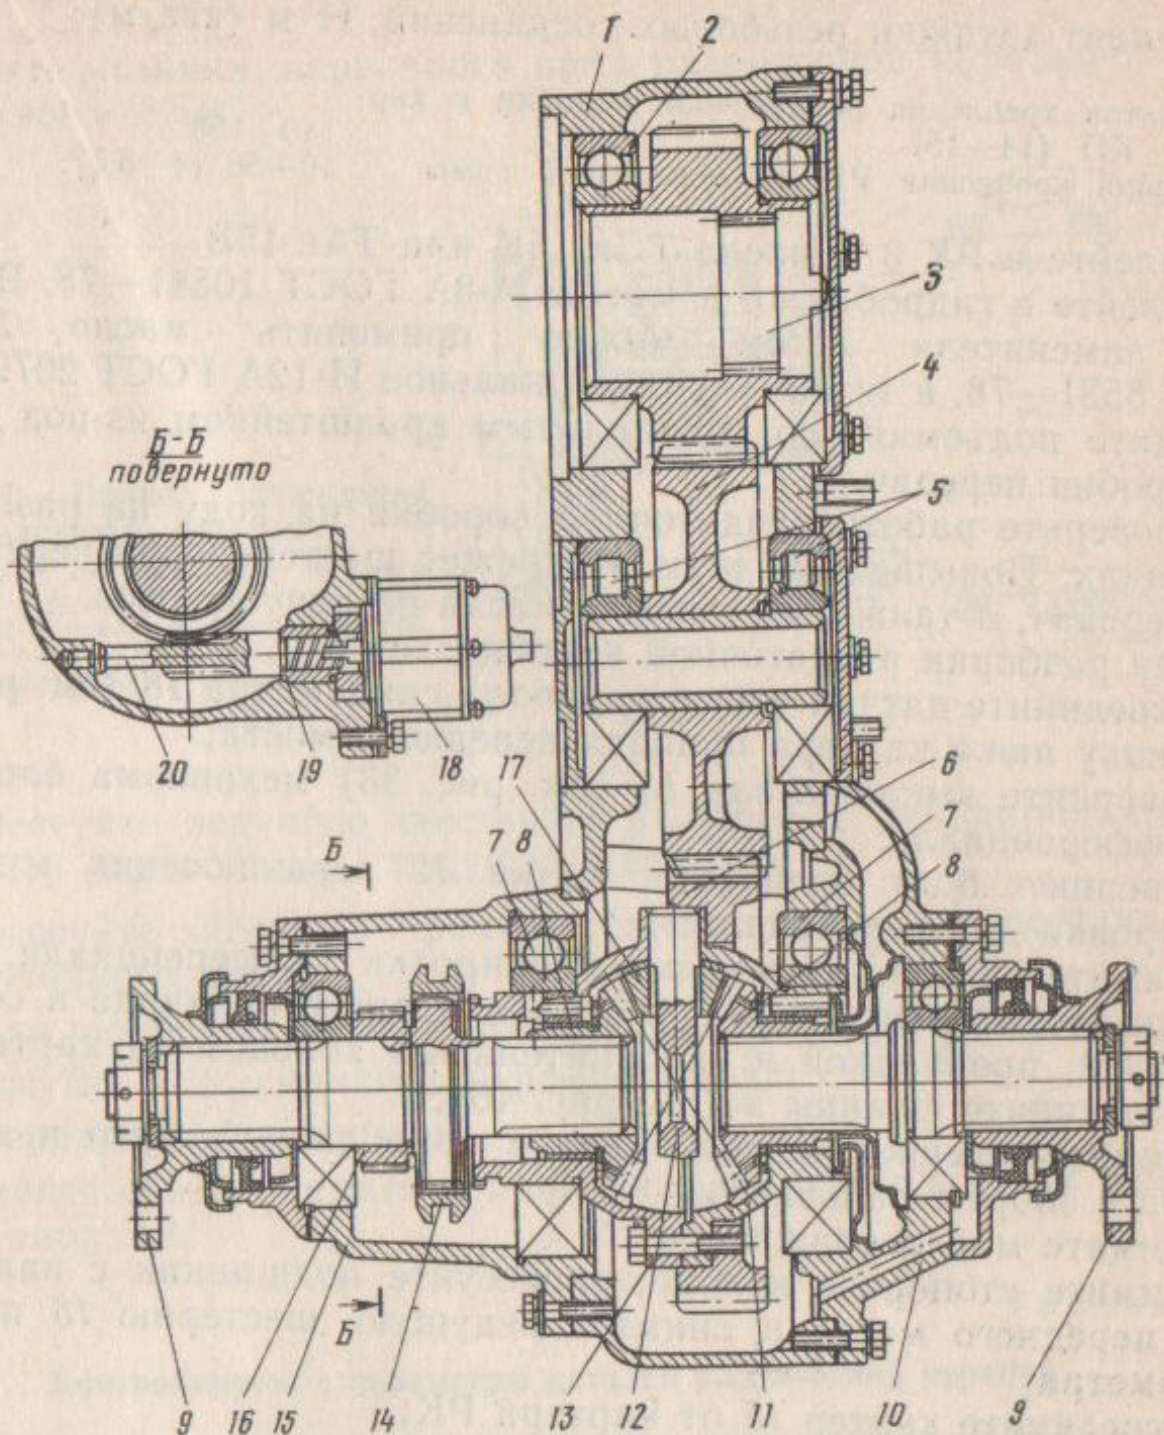

Рис. 46. Раздаточная коробка:
- закрепите кольцо съемника раздаточной коробки на кране тельфера или передвижного подъемника, выведите шестерню 3 (рис. 46) из зацепления со шлицевой муфтой 5 (см. рис. 34) и снимите РК с автомобиля.
отсоедините датчик электропривода спидометра 18 (см. рис. 46) и крышку люка картера привода переднего моста;
отсоедините фланцы 9 (см. рис. 46);